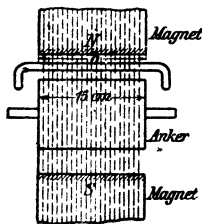

Fig. 50.
136. Ein Draht eines Trommelankers wird von einem Strome von 40 [30] (160) A durchflossen und befindet sich auf 15 [18] (30) cm Länge in einem magnetischen Felde von 5000 [6000] (9000) Gauß. Mit welcher Kraft wird der Stab senkrecht zu den Kraftlinien fortgetrieben? (Fig. 50.)